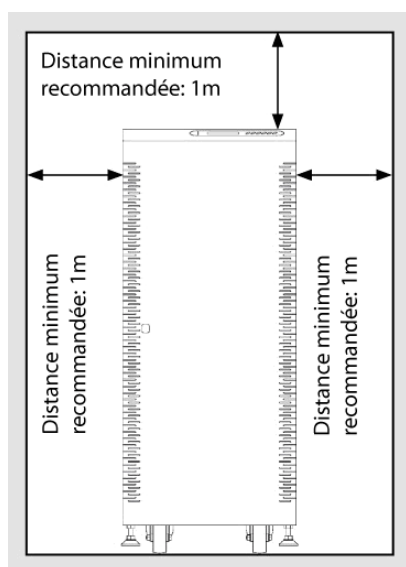

Fig.11. Positionnement idéal de l'onduleur - vue de face
- Les consignes de sécurité indiquent qu'un dégagement de 25 cm doit être prévu autour de l'appareil pour permettre une bonne ventilation. Cependant, un supplément de 75 cm est recommandé afin de faciliter les tâches de maintenance ou d'assistance technique dans le cas d'une panne (voir fig. 11 et 12).
- L'onduleur comporte deux dispositifs de mise à niveau (PB), situés près des roulettes avant, qui immobilisent l'appareil une fois qu'il est en place.
- ❑ Ouvrez la porte avant (PF) de l'armoire et procédez comme suit :
- Baissez le pied (PB) à la main en tournant dans le sens contraire des aiguilles d'une montre jusqu'à ce qu'il touche le sol, puis, à l'aide d'une clé continuez de desserrer jusqu'à ce que les roulettes se trouvent à un maximum de 0,5 cm au-dessus du sol, assurant une mise à niveau.
- Fermez ensuite la porte (PF).